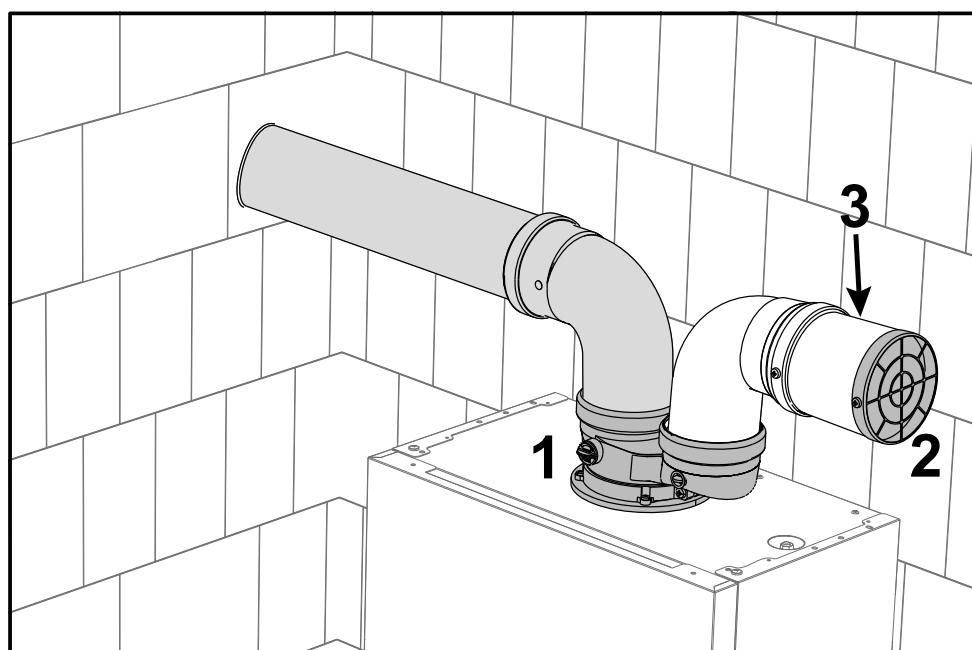

fig. 47- Rejilla de protección
Instale el accesorio inicial (1 fig. 47 - cód. 041082X0). En el conducto de entrada se tiene que montar la rejilla de protección (2 - fig. 47 - cód. 1KWMA85A). Si es necesario, monte un manguito (3) entre la rejilla y el accesorio.